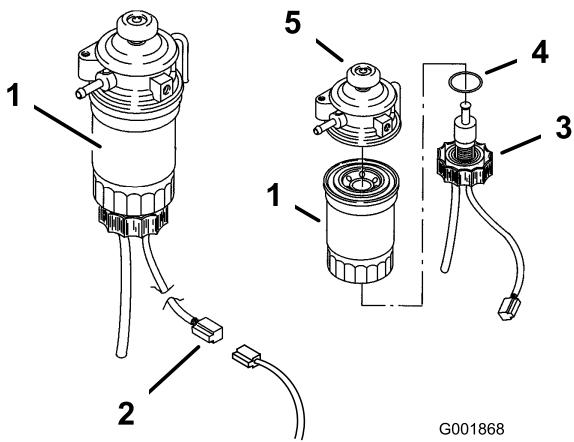

Figure 48
6. Retirez le bouchon de vidange et mettez le joint torique au rebut (Figure 48).
8. Vissez un filtre neuf à la main jusqu'à ce que le joint touche le boîtier, puis vissez de 1/3 de tour supplémentaire (Figure 48).